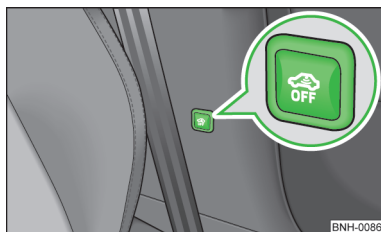

Fig. 14
- Pulsar la tecla  » fig. 14 del montante central en el lado del conductor, la tecla cambiará el color del símbolo  de rojo a naranja.